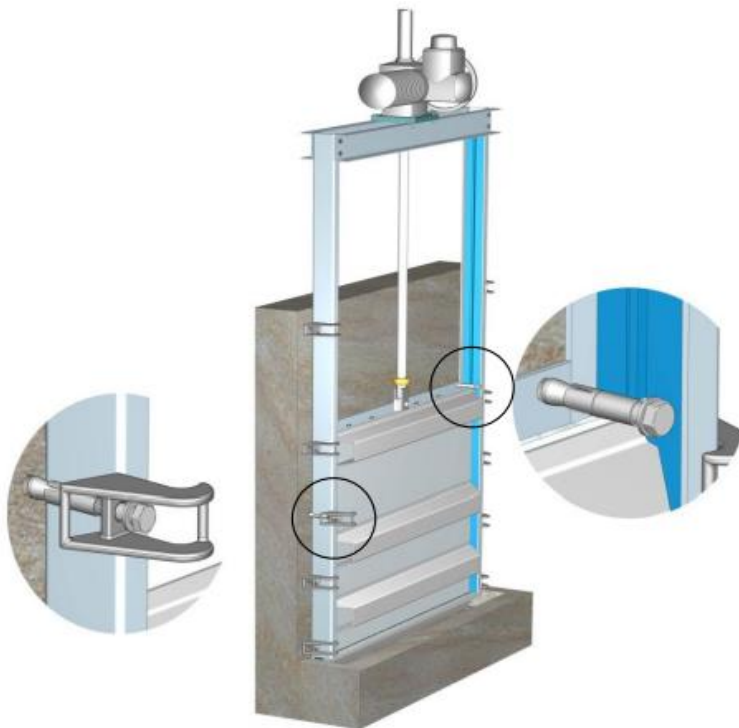

Abb. 3
- Normschütz in der entsprechenden Aussparung oder vor der abzuschliessenden Öffnung positionieren und mit Senkblei und Wasserwaage ausrichten, gemäss Abb. 3.